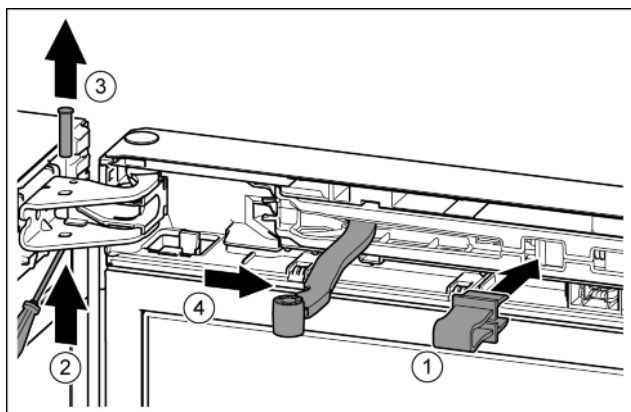

Fig. 8
- Borging in de opening klikken. *Fig. 8 (1)*
- Bout met schroevendraaier eruit schuiven. *Fig. 8 (2)*
- Bout vanaf de bovenkant eruit halen. *Fig. 8 (3)*
- Scharnier in de richting van de deur draaien. *Fig. 8 (4)*